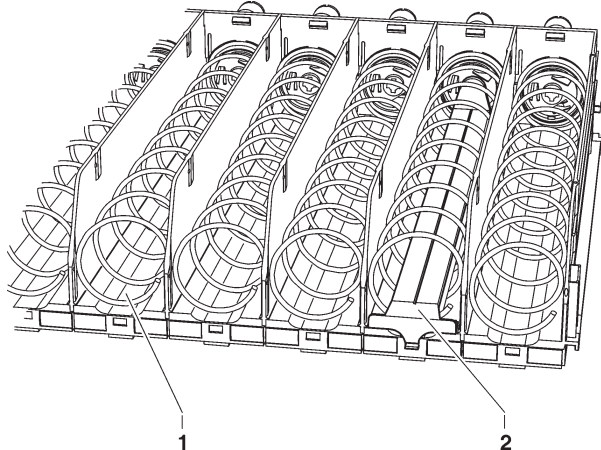

Fig. 7
- la distribución de botellas y latas botellas de plástico de hasta 69 mm de diámetro y tetrapack de 0,2l. Estos compartimientos se pueden reconocer por la presencia del realce de levantamiento de los productos (véase la fig. 7)
La mayor parte de las botellas se puede distribuir sin el uso de realces cargando las botellas invertidas de manera que la tapa se deslice sobre la ranura de los cajones. (véase la fig. 7)